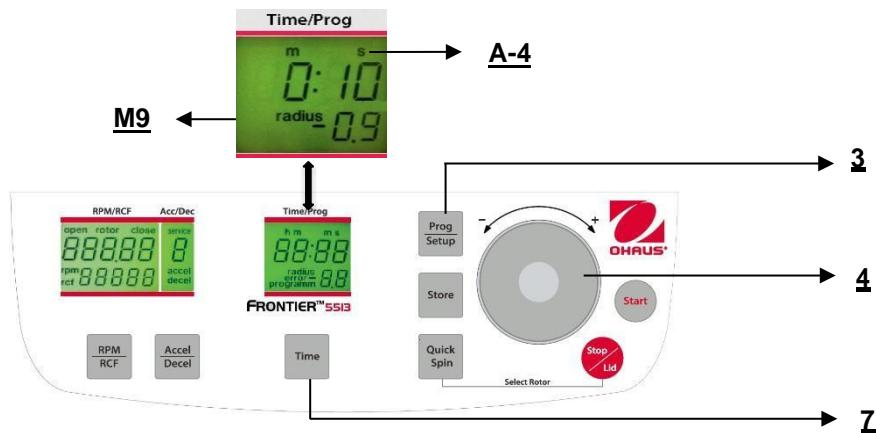

Figura. 19
Chiudere il coperchio, quindi premere allo stesso tempo il tasto "Time" (7) (fare riferimento alla figura 19) e il tasto "Prog/Setup" (3) e tenerli premuti.